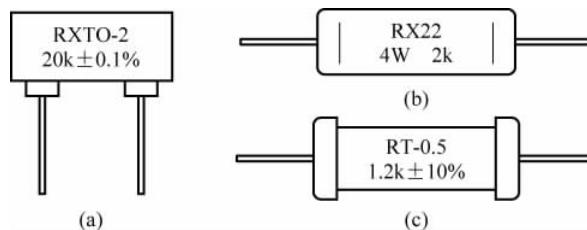

图 3.12 电阻器的直标法
(1) 直标法。将电阻器的类别、标称阻值、允许偏差和额定功率等直接标注在电阻器的外表面上,如图 3.12 所示。
图 3.12(a)是标称阻值为 $20\text{k}\Omega$,允许偏差为 $\pm 0.1\%$ 、额定功率为 2W 的线绕电阻;图 3.12(b)是标称阻值为 $2\text{k}\Omega$,额定功率为 4W 的线绕电阻;图 3.12(c)是标称阻值为 $1.2\text{k}\Omega$ 、允许偏差为 $\pm 10\%$ 、额定功率为 0.5W 的碳膜电阻。